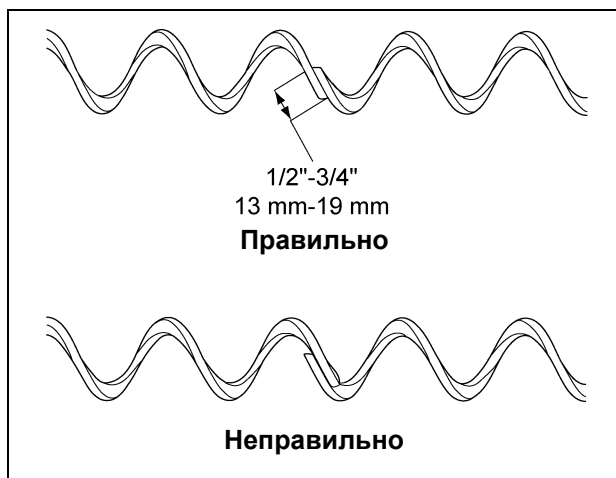

Рисунок 4AD
9. При необходимости, шнек можно удлинить или отремонтировать пайкой двух (2) секций шнека вместе. Длина привариваемых поверхностей должна составлять 1/2" - 3/4" (13 мм - 19 мм), а концы шнека должны быть заправлены и очищены. Для предотвращения деформации шнека используйте бронзовый прут со шлакообразующим покрытием и работайте при невысокой температуре. Закрепите шнек хомутом на скосе или V-образном пазе для выравнивания секций шнека. См. рисунок 4AD - регулировка шнека.